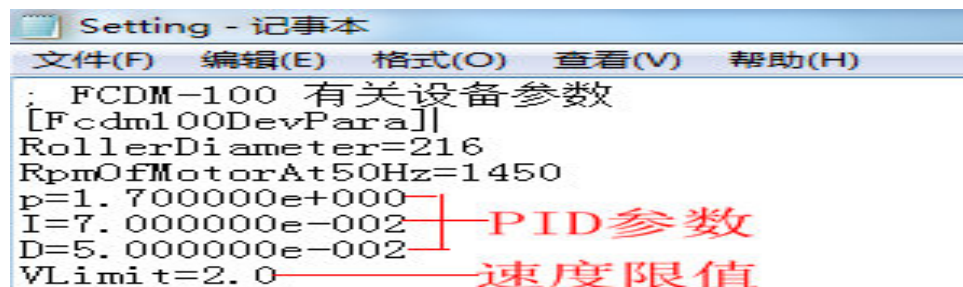
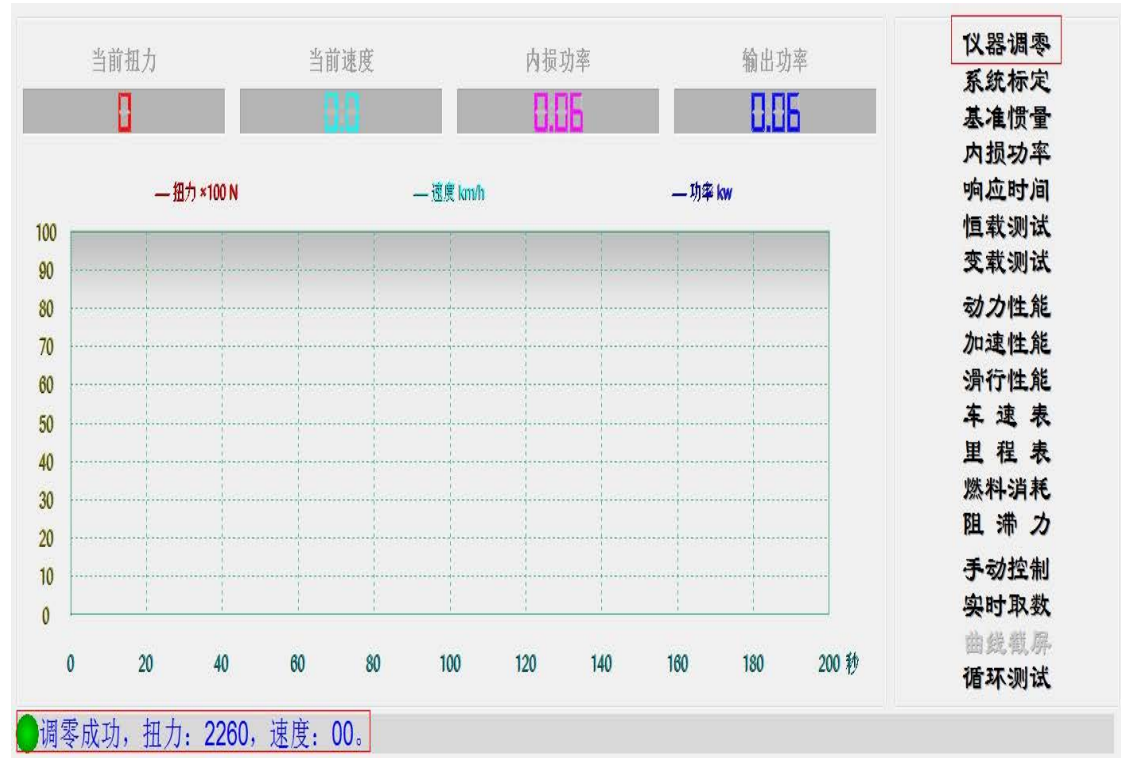
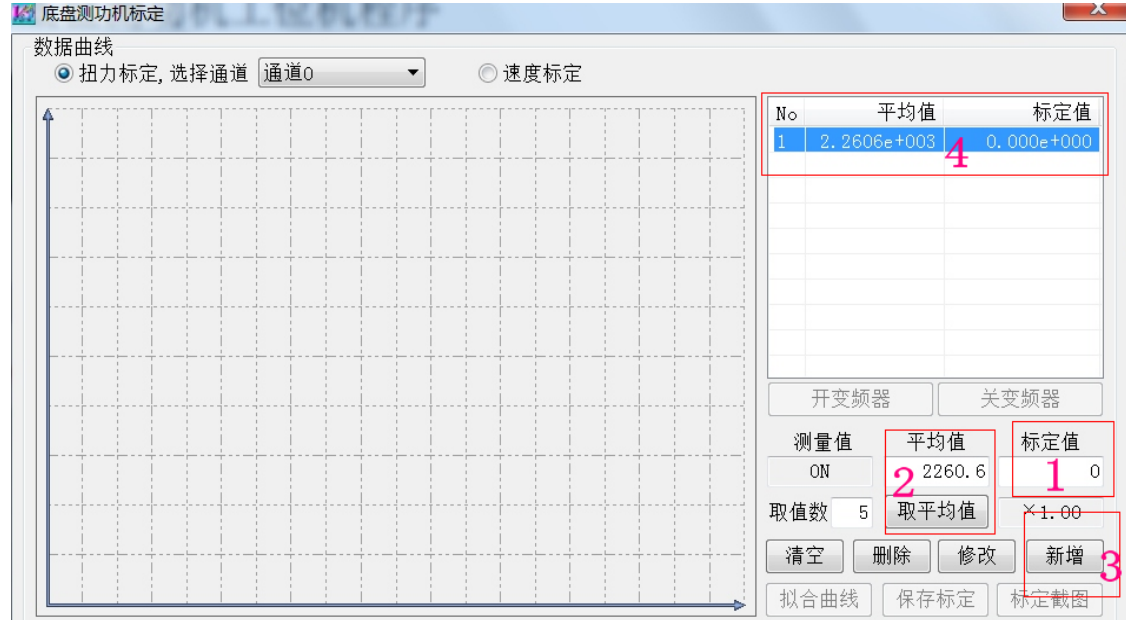

图 4.8 在配置文件查看 PID 参数和速度限值信息
图 4.9
图 4.13
(2)、如图 4.8 所示：将 PID 参数和速度限值写入后，也可以在“Setting.ini”文件里查找到相关信息。
(1)、如图 4.9 所示：先点击操作界面右上方的“仪器调零”，“仪器调零”完成后操作界面左下方会显示“调零成功”，“扭力：2260”，“速度：00”信息。
(5)、如图 4.13 所示：在砝码盘不加砝码的时候，在“标定值”框中填入 0，点击“取平均值”，此时取得的“平均值”数值，应和没安装扭力标定杆之前，“仪器调零”（见图 4.8）完成后的“扭力：2260”数值接近。（可以通过调整配重块的摆放位置使“0”点“平均值”为 2260 左右，见图 4.9），然后再点击“新增”，从而将标定点“0”及其对应的“平均值”2260.6 增加到标定坐标系中。